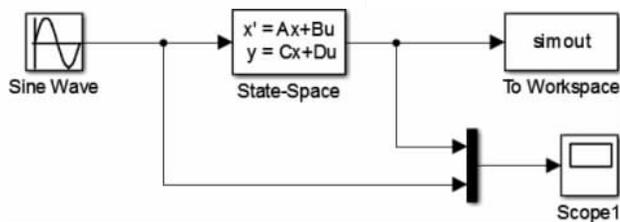
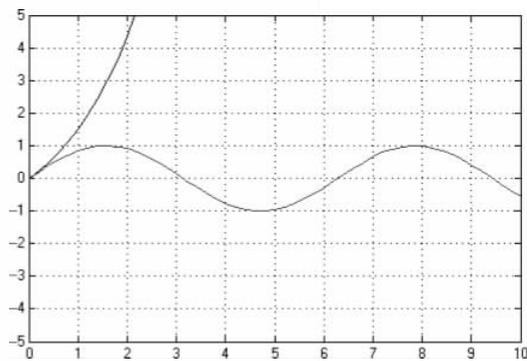

图 3-47 State-Space 模块使用
图 3-48 State-Space 模块示波器时钟变化图
- (4) D: 表示系统状态空间矩阵系数,必须是一个 $r \times m$ 矩阵,系统默认值为 1。
- (5) Initial conditions: 表示初始状态矢量,系统默认值为 0。
- (6) Absolute tolerance: 表示模块状态的绝对容限,系统默认值为 auto。
- (7) State Name(e.g., 'position'): 表示状态空间的名字,用户可以不加以定义。
- 搭建 State-Space 模块如图 3-47 所示。运行仿真文件,输出结果如图 3-48 所示。